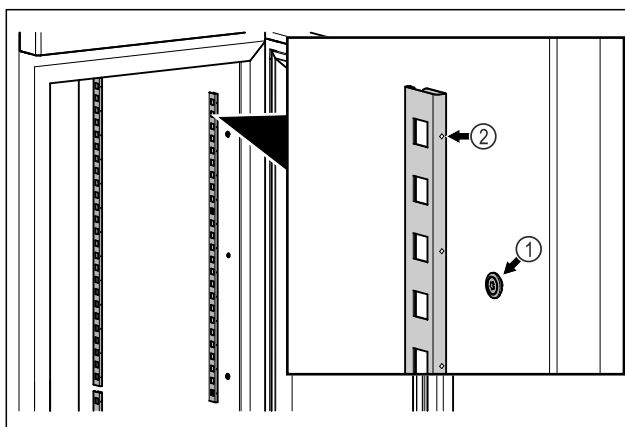

Fig. 58 Vejledende illustration
- ▶ Hægt glaslisterne Fig. 58 (1) fast i ophænget. Mærket Fig. 58 (2) skal pege fremad.